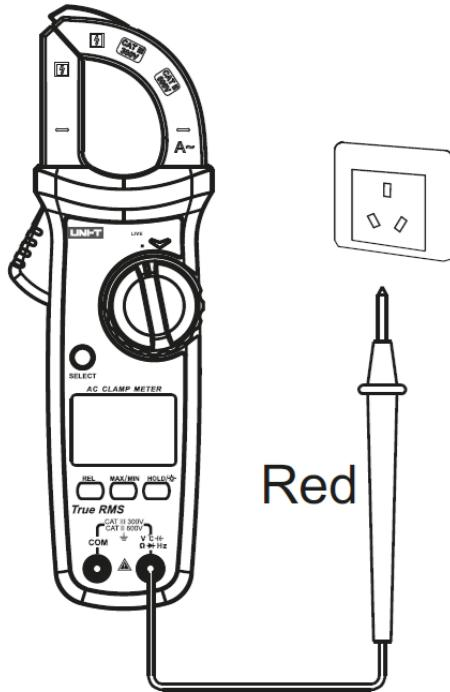

FIGURA 6B
- Quando a tensão do campo elétrico medido for $\geq 100V$ (AC), verifique se o condutor do campo elétrico medido está isolado para evitar ferimentos.
9. Medição de Fase/Neutro (Apenas UT202A+, Figura 6b)